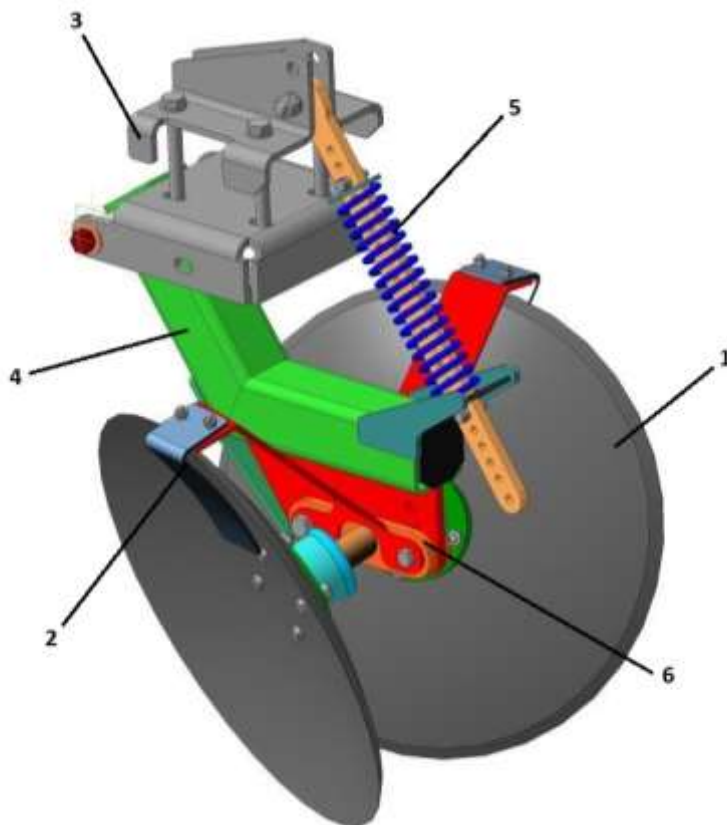

Рисунок 2 – Дискóвый окучник
3.6 Дискóвый окучник (рис. 2) предназначен для наращивания почвой гребня. Дискóвый окучник состоит из двух дисков 1, которые закреплены на рычаге 4, с образованием острого угла, направленного вершиной в сторону движения культиватора. На верхнем конце рычага установлен механизм крепления к раме 3. Один конец рычага в зоне опор дисков подпружинен посредством механизма 5. Диски имеют чистики 2 для очистки их от грязи. Для эффективного окучивания на кронштейне диска имеется регулировочный сектор 6, с помощью которого изменяется угол атаки дисков.
- изменение угла атаки окучников-дисков (рис. 2) производится путем смещения осей дисков относительно сектора и фиксации болтами идущими в комплекте;